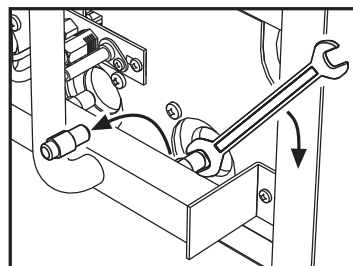

рис. 5
2. Замените сопла основной горелки (рис. 5) и пилотной горелки (А - рис. 5) в зависимости от используемого вида газа, руководствуясь таблицей технических характеристик в сар. 5.